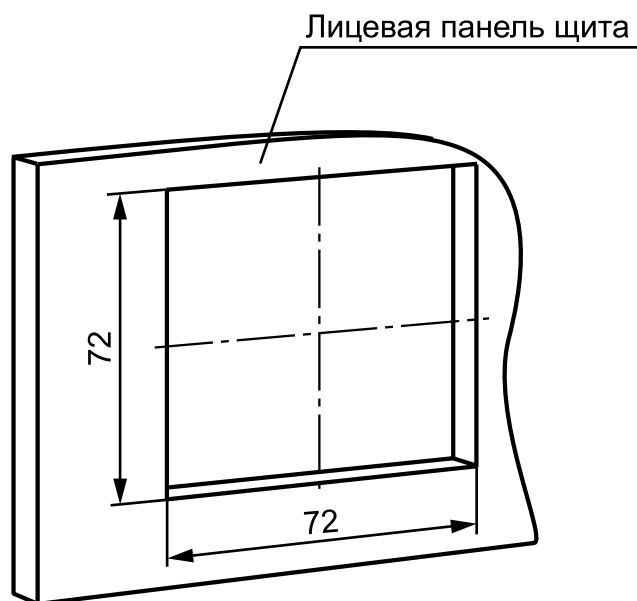

Рисунок 4.1 – Установочные размеры
1. Подготовить на двери шкафа установочное отверстие согласно установочным размерам (см. рисунок 4.1).